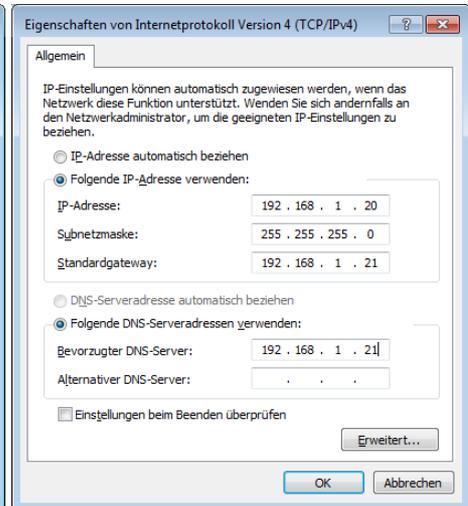

Bild 4
- Konfigurationsbeispiel (Bild 4) wenn kein DHCP-Server verfügbar ist (Verbindung über Switch oder HUB).